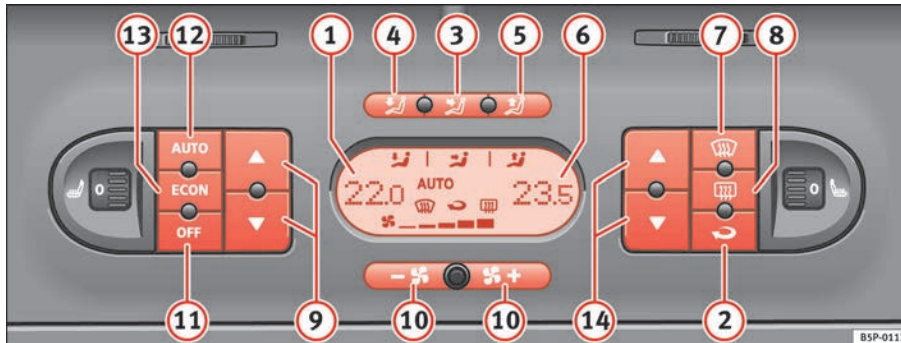

Abb. 130 In der Instrumententafel: Bedienelemente 2C-Climatronic
- Drücken Sie die Tasten der Temperaturregulierung ⇒ Seite 159, Abb. 130 9 oder 14 zur Einstellung der Temperatur auf der linken bzw. rechten Seite.
- Drücken Sie die Taste  ⇒ Seite 159, Abb. 130. Am Display erscheint die Anzeige „AUTO“.